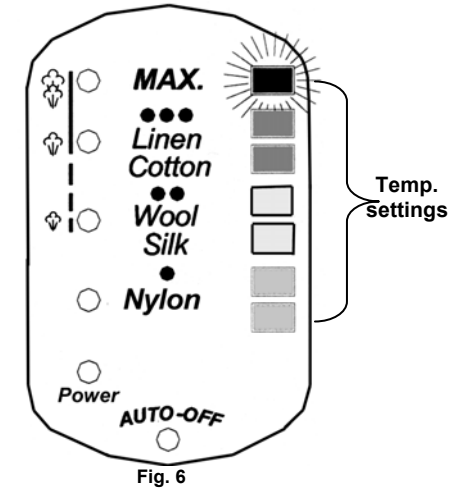

Fig. 6
4. La luz en el lado derecho del panel indicador dejará de destellar cuando la plancha llegue a la temperatura seleccionada. (Fig. 6)
4. The light on the right side of the LED display panel will stop flashing when the desired temperature has been reached (Fig. 6)